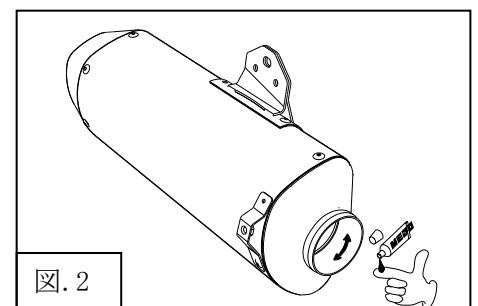

図.2
- ② サイレンサーを車体へ仮組します。
- ・サイレンサー差し込み部に液状ガスケット(部品⑩)を薄く塗布します。(図.2参照)
- ・スプリング(部品⑤)を取り付けます。